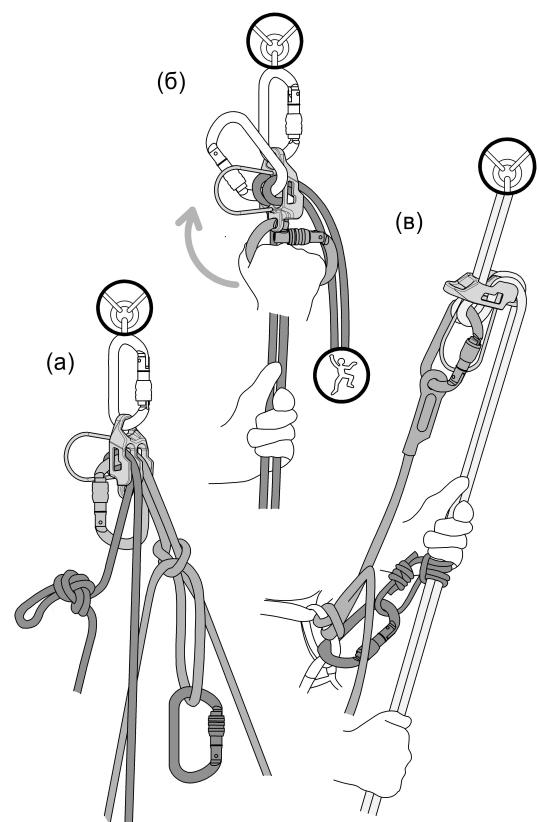

Рис. 6.
На рис. 6а изображена остановка, при которой можно отпустить свободные концы веревки.
На рис. 6б показана разблокировка спускового устройства для спуска одного или двух участников. Установите карабин в отверстие для разблокировки. Используя карабин как ручку, поверните спусковое устройство вверх. Веревка будет разблокирована. Всегда крепко держите тормозной конец веревки, т.к. разблокировка может произойти неожиданно. Для остановки спуска разгрузите ручку-карабин.
**Спуск по веревке.** На рис. 6в показан спуск со страховкой в виде прусика. Всегда удерживайте свободный конец веревки рукой. Скорость спуска контролируется углом перегиба веревки.